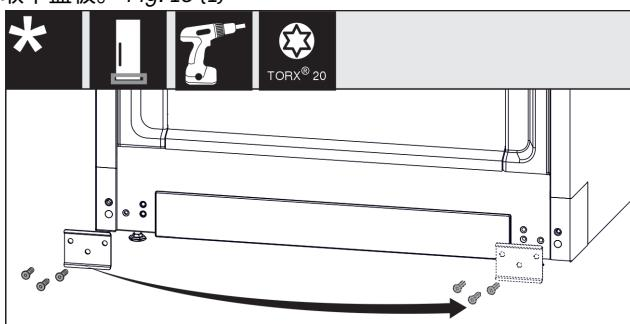

Fig. 17
- ▶ 拧下金属板，将其移到另一侧，然后重新拧紧。Fig. 17 (1)